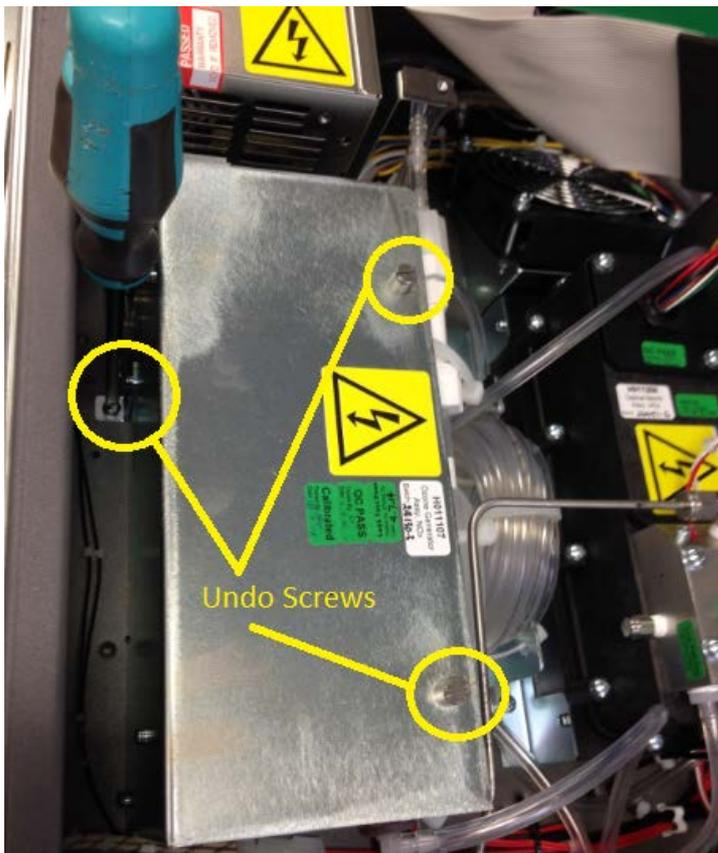

Figure 61 – Sortir le générateur d'ozone de l'instrument
3. Dévisser les 3 vis (voir Figure 61) et soulever l'ensemble complet de l'instrument tout en déconnectant le connecteur d'alimentation situé sous la boucle principale.